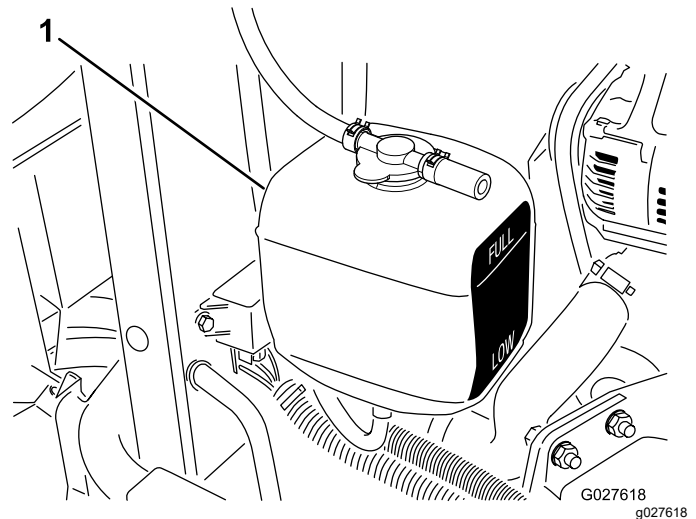

Рисунок 81
3. Проверьте уровень охлаждающей жидкости в расширительном бачке (Рисунок 81).